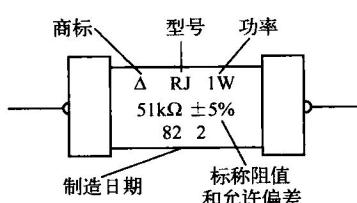

图 1-5 直标法
① 直标法：直标法是一种常见标注方法，常在体积较大（功率大）的电阻上采用。它将该电阻的标称阻值和允许偏差、型号、功率等参数直接标在了电阻表面，如图 1-5 所示。
② 数标法：主要用于贴片等小体积的电阻，如 472 表示 $47 \times 10^3 \Omega$ （即 $4.7 \text{ k}\Omega$ ）；104 则表示 $100 \text{ k}\Omega$ (10×10^4)。
③ 色环标注法：目前常用的有四色环标注法和五色环（精密电阻）标注法。